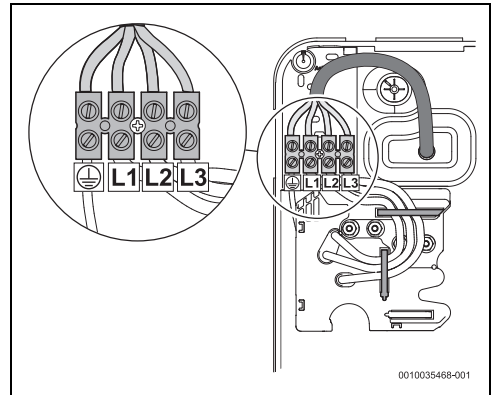

Fig. 85 Raccord supérieur
- Raccordement supérieur (fig. 85)